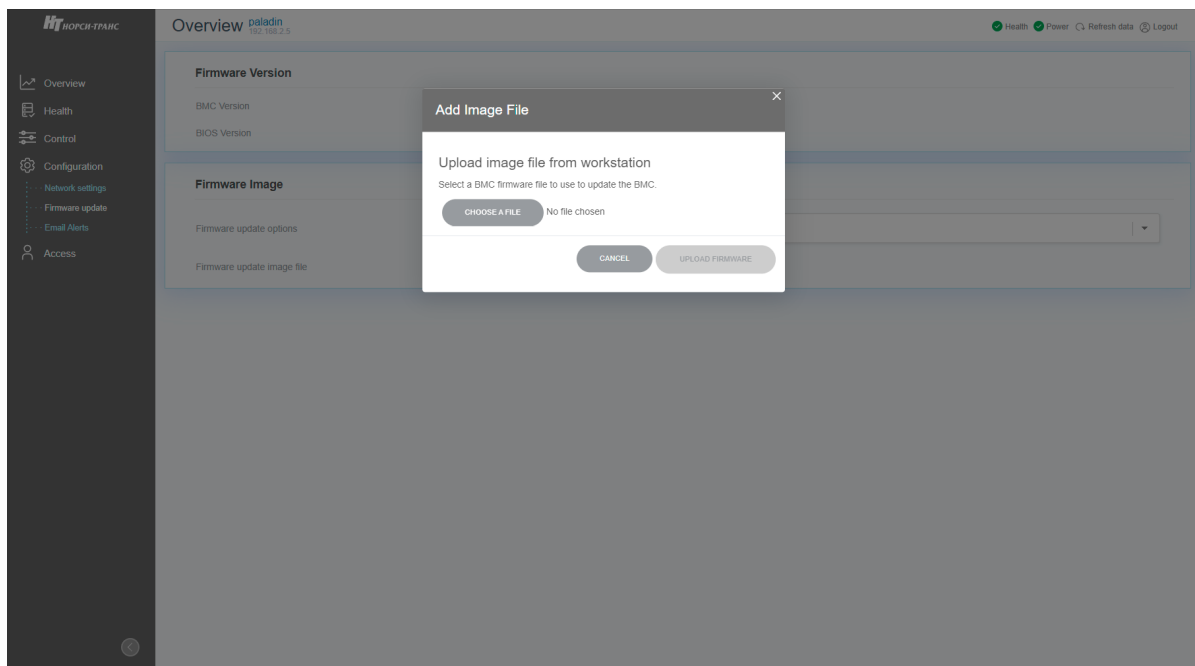

Рис. 79. Окно добавления новой прошивки
- 3) В появившемся окне нажмите на кнопку «CHOOSE A FILE». Окно показано на рис. 79 Окно добавления новой прошивки